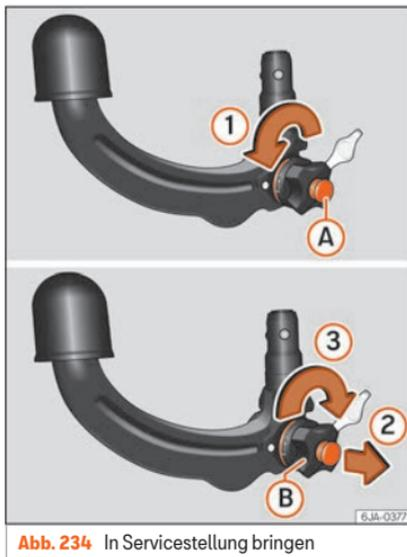

Abb. 234 In Servicestellung bringen
- Drehen Sie den Schlüssel **A** in Pfeilrichtung **1** bis zum Anschlag »» Abb. 234.